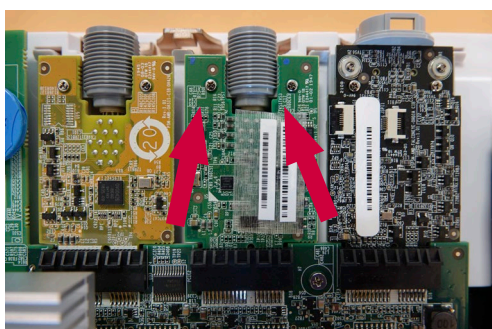

Figura 16 Scoateți șuruburile de pe placa VDI pe care doriți să o înlocuiți.
Folosiți șurubelnița pentru a slăbi cele două șuruburi care fixează placa VDI (Figura 16)
d) Introduceți și strângeți cele două șuruburi (cuplu max. 0,2 Nm) care fixează placa VDI (Figura 16)